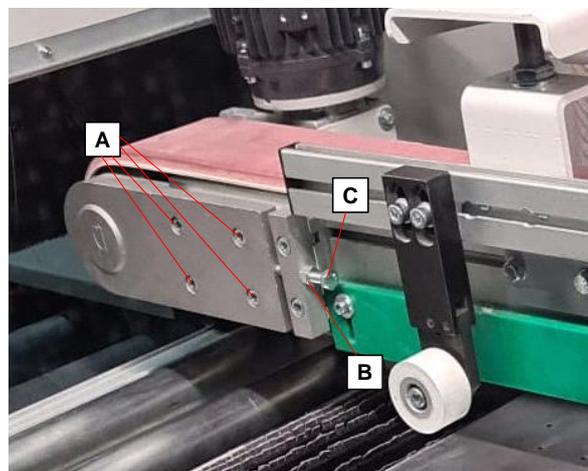

Abb. 6.6.7.1
Dieser Vorgang muss bei stillstehender und ausgeschalteter Maschine durchgeführt werden, wobei darauf zu achten ist, dass beide Seiten der Spannvorrichtung gleichmäßig gespannt werden. Die Abb. 6.6.7.1 zeigt einen der vier Einstellpunkte zum Spannen des Antriebsriemens. Lösen Sie die Klemmschrauben (A) des rechten und linken Flansches, lösen Sie die Kontermutter (B) und drehen Sie die Einstellschraube (C). Die Rollenflansche gleiten und der Riemen wird entsprechend gespannt. Die Einstellung kann sowohl auf der Seite der Leerlaufwalze als auch auf der Seite der motorisierten Antriebswalze vorgenommen werden.